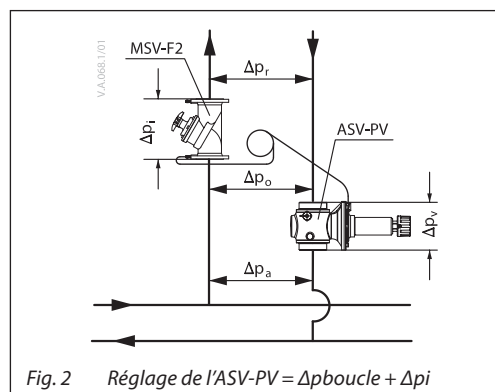

Fig. 2 Réglage de l'ASV-PV = $\Delta p_{boucle} + \Delta p_i$
- vanne associée à l'intérieur du circuit de contrôle (fig. 2).